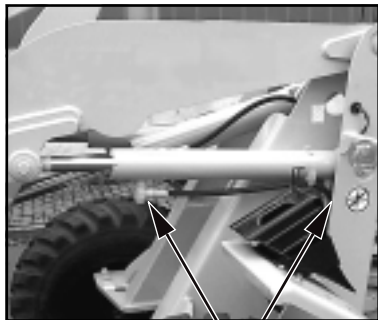

Figure 7-7
- (4) Couvrir la lame de godet et les dents avec la capot de protection (5-3/flèche).
- (5) Connecter la fiche du capot de protection à la prise (5-4/flèche).
(6) Uniquement pour AL 70e: Déverrouiller et actionner l'interrupteur à bascule pour la position flottante (4-13/14) lorsque l'allumage est enclenché. Si le véhicule ne possède aucune position flottante, voir la figure 7-7 ainsi que le texte s'en rapportant.